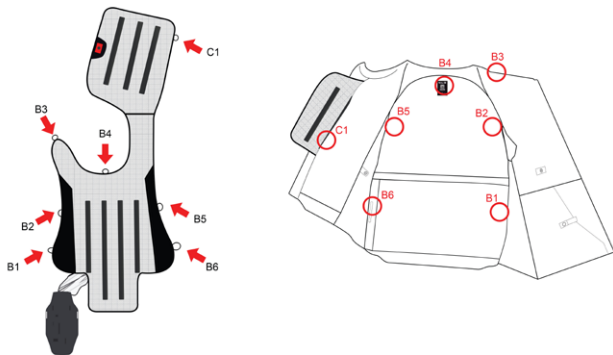

Figura 14
4. Staccare l'airbag dal giubbotto aprendo tutte le clip di collegamento. Le clip sono disposte come mostrato nella Figura 14.